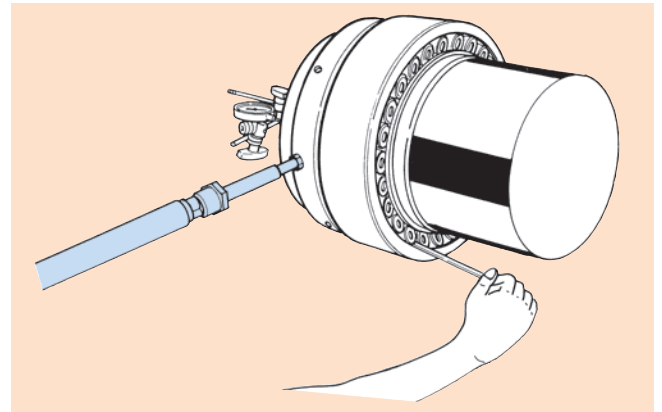

図32
(4) 軸受のラジアル内部すきまをすきまゲージで測定し、所定の"すきま"になるまで油圧ポンプで加圧します（図32参照）。